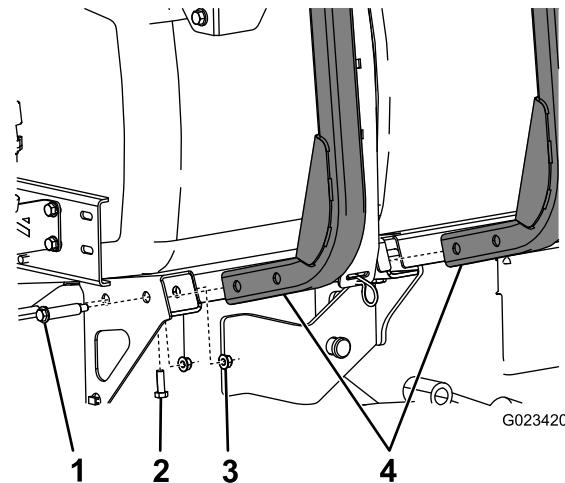

Figura 2
- Monte los 2 bastidores del carrete de la manguera en el lateral de la máquina con 4 pernos de cuello largo y 4 tuercas con arandela prensada (5/16"), según se muestra en Figura 2.
- Sujete la parte inferior de los bastidores del carrete de la manguera a la máquina con 2 pernos (5/16") y 2 contratuerca (Figura 2).